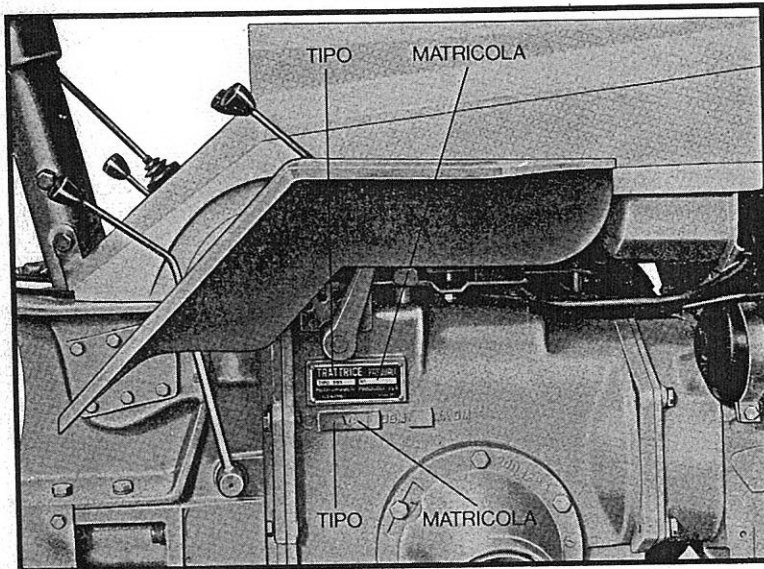

FIG. 1
- Les références pour l'identification de chaque tracteur sont portées soit sur une plaquette soit sur le carter de chaque machine (fig. 1).